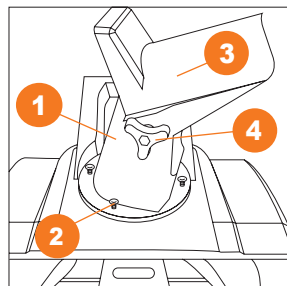

Рис. 9
1. Установите трубу выброса снега **1** и зафиксируйте её четырьмя винтами **2** в основании крепежа для трубы выброса (Рис. 9).
2. С помощью дефлектора **3** отрегулируйте дальность выброса снега и зафиксируйте его двумя барашками **4** (Рис. 9).